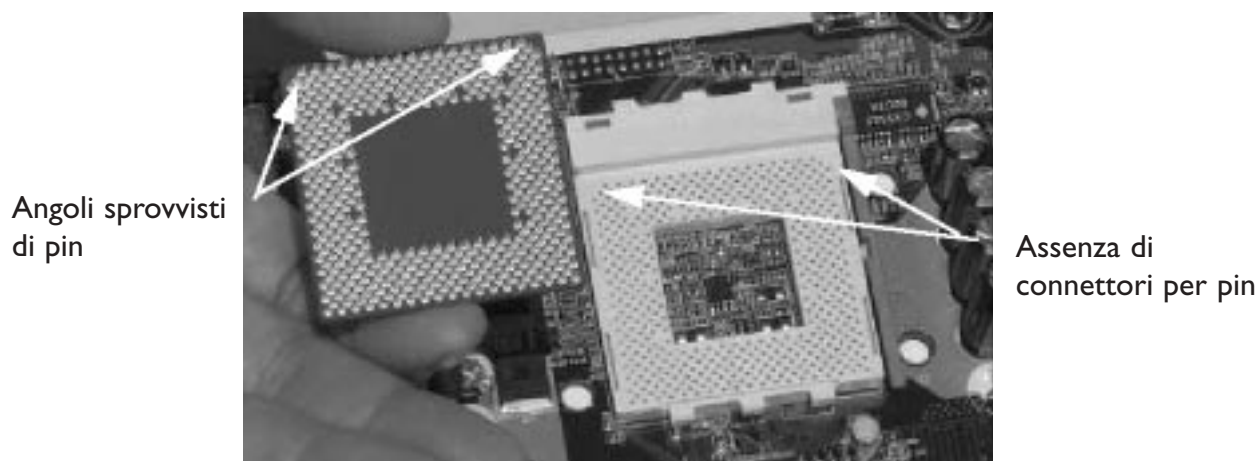

Figura 3. Il lato inferiore del processore mostra chiaramente gli angoli di riferimento.
3. La Figura 3 mostra il lato inferiore (pin) del processore. Notare l'angolazione, nella foto, del substrato dei pin nei due angoli superiori e la mancanza di pin in entrambi gli angoli superiori. Notare anche la mancanza di connettori per i pin negli angoli superiori del socket (vicino all'etichetta "Socket 462"). Il processore deve essere posizionato in modo tale da far combaciare il processore stesso con i pin del socket. In posizione corretta, l'angolo di 45° del processore verrà a trovarsi accanto al punto di rotazione della leva di rilascio.